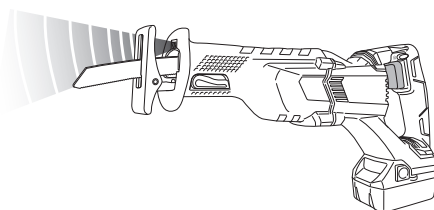

Fig. 35
- ## 10. Señales de aviso de luz LED (Fig. 35)